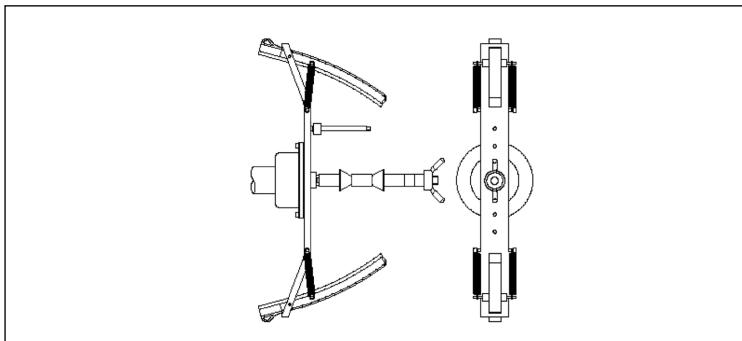

Figura F4.3 Colocación de bloque de equilibrio de calibración en el lado interior de abrazaderas (etapa Cal3)
- 10) La máquina mostrará **cal--h12** una vez finalizada la rotación. Coloque el bloque de equilibrio de calibración en el orificio marcado "CAL" en el lado exterior como se muestra en la Figura F4.3;
- 11) Ajuste la abrazadera con el bloque de equilibrio de calibración en la parte superior a la vertical como se muestra en la Figura F4.3.